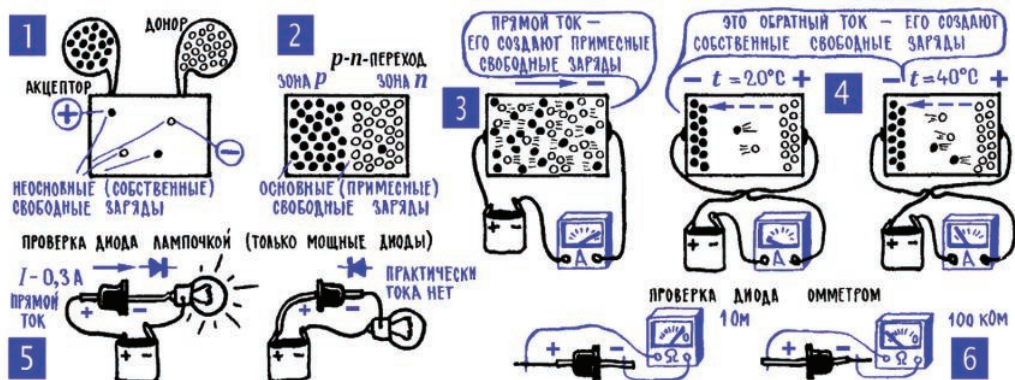

Рис. 9.4. Полупроводниковый диод
Приставка «ди» в слове «диод» означает «два», она указывает, что в приборе имеются две основные «детали», два тесно примыкающих один к другому полупроводниковых кристалла (рис. 9.4; 1,2): один с *p*-проводимостью (это зона *p*), другой – с *n*-проводимостью (это зона *n*). Фактически же полупроводниковый диод – это один кристалл, в одну часть которого вве-
**10. Полупроводниковый диод пропускает ток в основном только в одну сторону.** Если от батареи подвести к диоду постоянное напряжение «плюсом» к зоне *p* и «минусом» к зоне *n* (рис. 9.4; 3), то свободные заряды – электроны и дырки – хлынут к границе, устремятся к *p-n-переходу*. Здесь они будут нейтрализовать друг друга, к границе будут подходить новые заряды, и в цепи диода установится постоянный ток. Это так называемое прямое включение диода – заряды интенсивно движутся через него, в цепи протекает сравнительно большой прямой ток.
Теперь сменим полярность напряжения на диоде, осуществим, как принято говорить, его обратное включение – «плюс» батареи подключим к зоне *n*, «минус» – к зоне *p*. Свободные заряды мгновенно оттянутся от границы (рис. 9.4; 4), электроны отойдут к «плюсу», дырки – к «минусу», и в итоге *p-n-переход* превратится в зону без свободных зарядов, в чистый изолятор. А значит, произойдет разрыв цепи, ток в ней прекратится.
Правда, небольшой обратный ток через диод все же будет идти. Потому что, кроме основных свободных зарядов (носителей заряда) – электронов, в зоне *n* и дырок в зоне *p*, в каждой из зон есть еще и ничтожное количество зарядов обратного знака. Это собственные неосновные носители заряда, они существуют в любом полупроводнике, появляются в нем из-за тепловых движений атомов (гл. 9; 5), и именно они и создают обратный ток через диод. Зарядов этих сравнительно мало, и обратный ток во много раз меньше прямого. Неприятно то, что ток этот зависит от температуры – при нагревании полупроводника число неосновных носителей увеличивается, и обратный ток растет (рис. 9.4; 4).
Есть у полупроводникового диода еще два важных параметра – его прямое и обратное сопротивление, то есть сопротивление при разной полярности приложенного к диоду напряжения (рис. 9.4; 3, 4). У плоскостных диодов, в которых площадь соприкосновения зон  $n$  и  $p$  сравнительно велика, прямое сопротивление обычно не более нескольких ом, обратное – несколько килоом или несколько десятков килоом. У точечных диодов, где площадь  $p$ - $n$ -перехода мала (см. раздел 13 далее), прямое сопротивление – несколько десятков ом, обратное – сотни килоом и даже несколько мегаом.
У вас под руками нет, по-видимому, электронного микроскопа и других приборов, которые помогли бы прямыми опытами и демонстрациями проиллюстрировать рассказ о событиях в полупроводниковом диоде. Но вы все же можете провести эксперимент, который, по крайней мере, докажет правдоподобность выводов об односторонней проводимости  $p$ - $n$ -перехода. Причем не мысленный эксперимент, как часто бывало раньше, а настоящий, «в металле». Для него нужны батарейка, лампочка и любой плоскостной диод. Весь ход эксперимента показан на рис. 9.4; 5. Он безоговорочно подтверждает: диод пропускает ток в одну сторону, его прямое сопротивление мало, а обратное – велико.